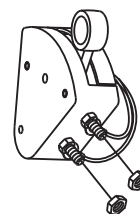

Figura 13. Ligação do interruptor de paragem de segurança
- 5. Remova uma porca de 7 mm de cada um dos terminais no interruptor de paragem de segurança. (Deixe os dois fios existentes ligados ao interruptor.) (Figura 13).